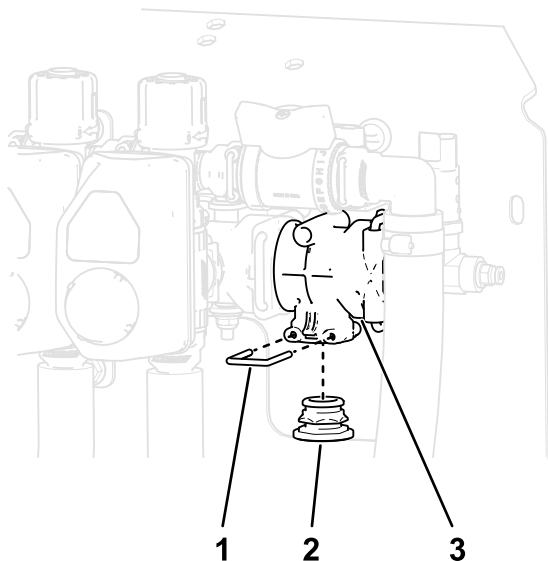

Figura 25
2. Îndepărtați opritorul care fixează capacul de bypass i demontai capacul de bypass din partea inferioară a colectorului în T de pe maină (Figura 25).